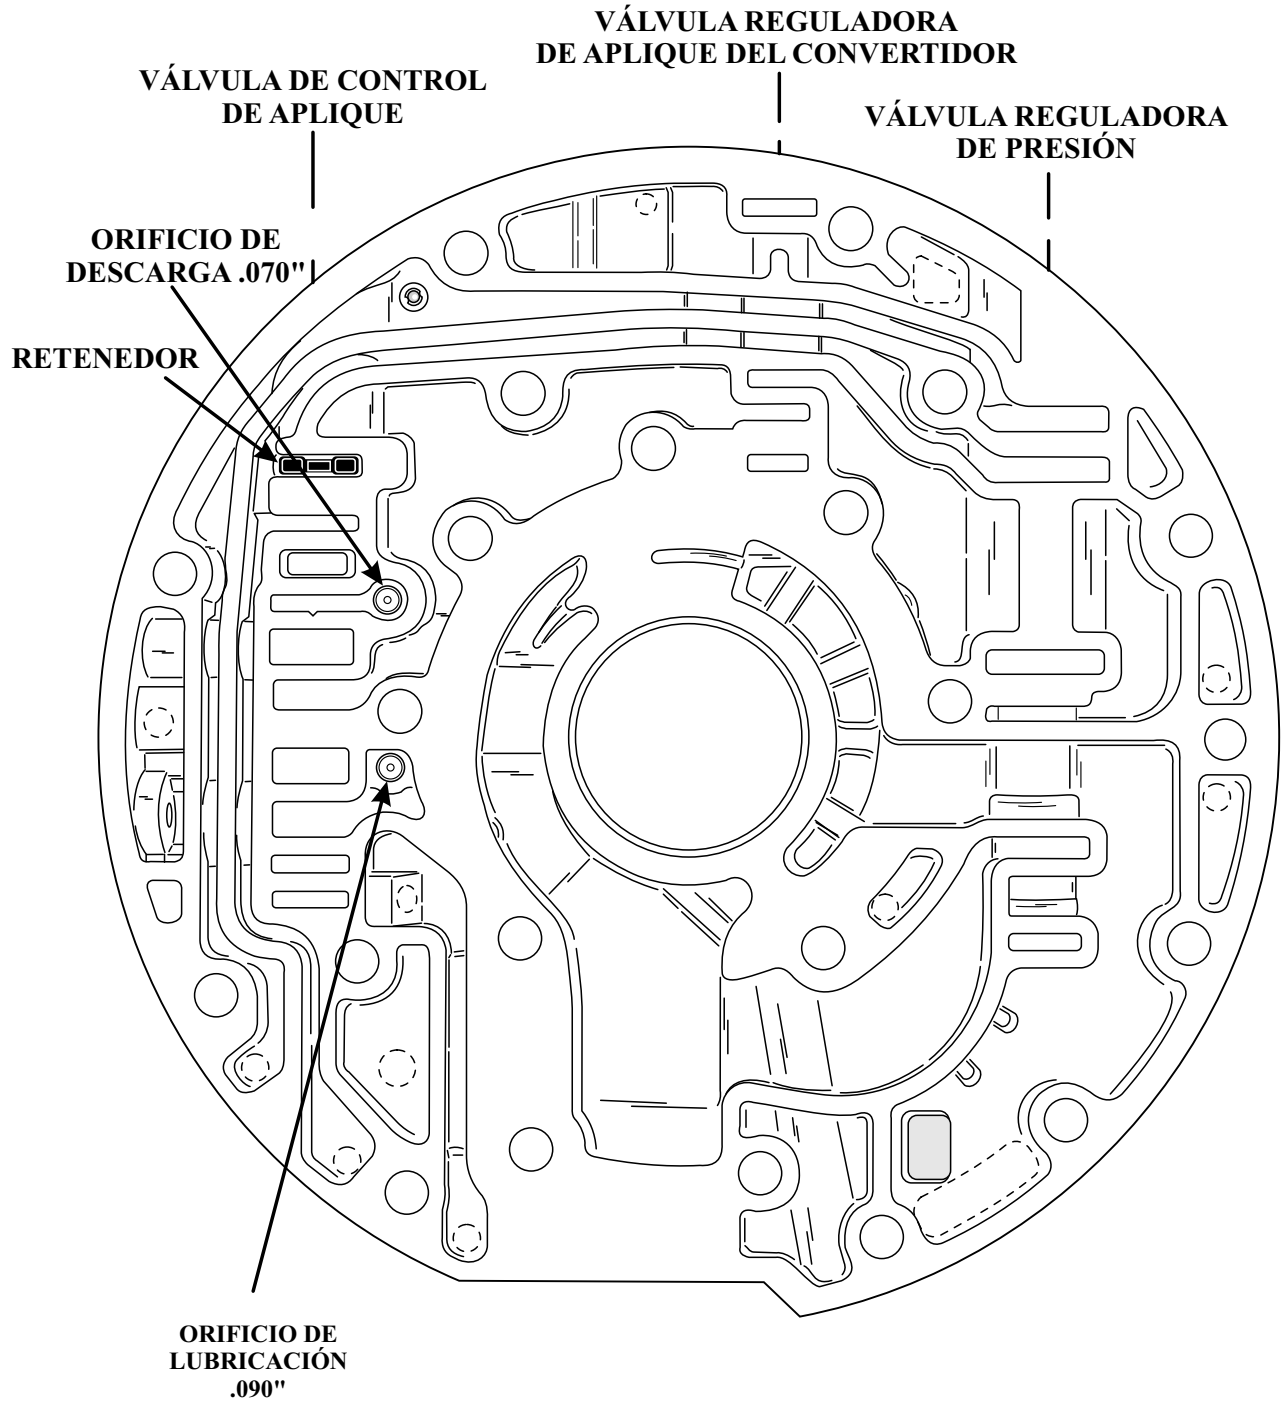

Figura 1
- El orificio de descarga del convertidor en la cubierta no modulada como ilustra la Figura 1 fue removido de la cubierta modulada como ilustra la Figura 2